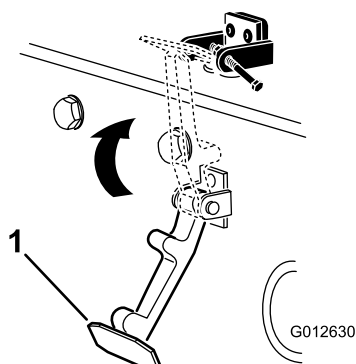

Figura 8
6. Enganche el cierre en el cerradero del capó (Figura 8).